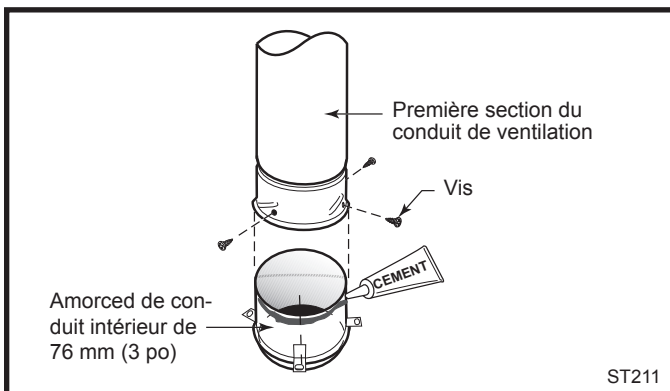

Fig. 18 Raccordez l'amorce de conduit à la section suivante du conduit de ventilation intérieur.
- Percez trois avant-trous dans l'amorce de conduit intérieur et fixez l'ensemble au moyen de trois vis à tôle. (Fig. 18)